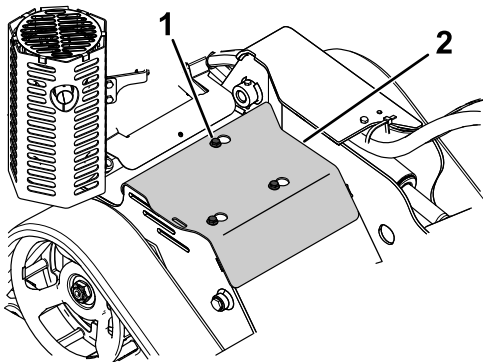

Figure 20
3. Desserrez l'un après l'autre les 3 boulons qui fixent le capot de protection au cadre jusqu'à ce que le capot se détache (Figure 20).
1. Boulon (3)
5. Pour monter le capot de protection avant d'utiliser la machine, glissez-le en place et resserrez les 3 boulons que vous avez desserrés précédemment (Figure 20).